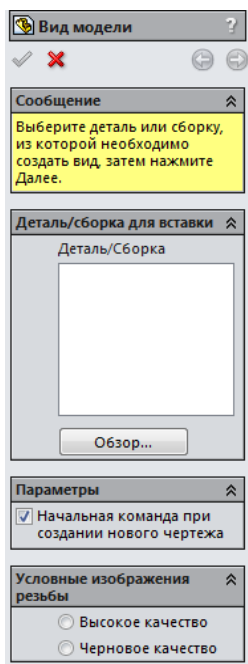

Рисунок 4.24 – Инструмент "ВИД МОДЕЛИ" (MODEL VIEW)
3. Зліва перед вами з'явиться "МЕНЕДЖЕР СВОЙСТВ" (Property Manager), у якому буде відображено вікно "ВИД МОДЕЛИ" (MODEL VIEW) (рис. 4.24).